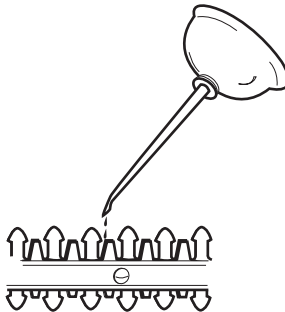

Fig. 10
2. Appliquez de l'huile mécanique fluide le long du bord supérieur de la lame (Fig. 10). Appliquez de l'huile sur toute la longueur de la lame.